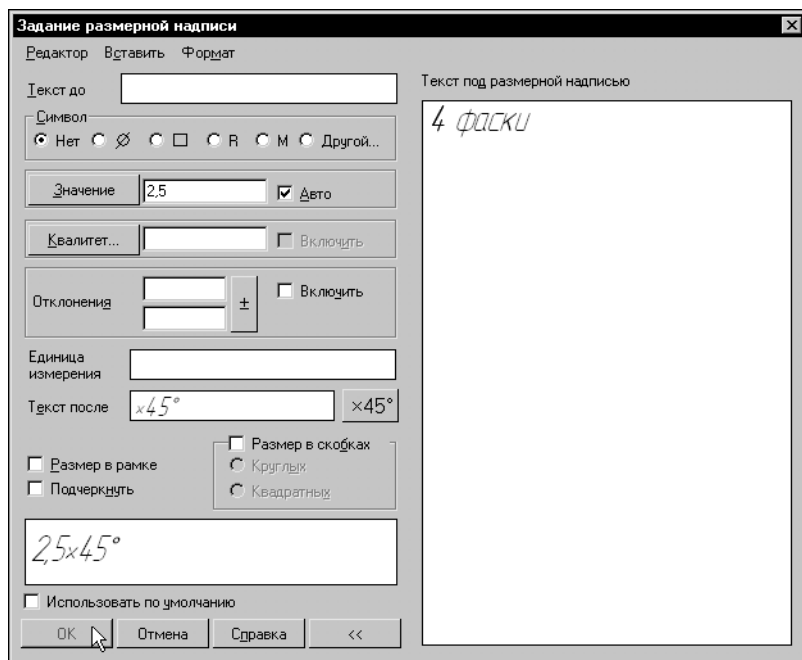

Рис. 51.104. Задание обозначения фасок
2.2. В появившемся диалоге **Задание размерной надписи** нажмите кнопку **x45°** (рис. 51.104).